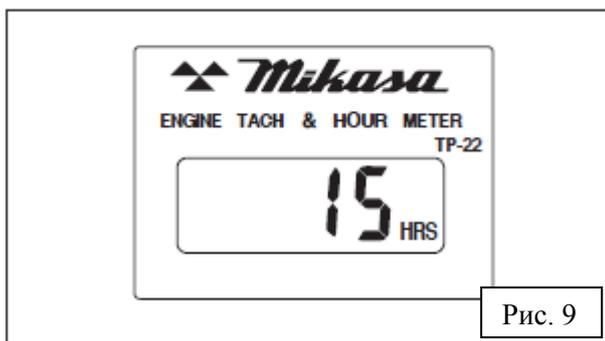

Рис. 9
4. Когда двигатель выключен, счётчик моточасов показывает суммарное время наработки (см. рис. 9).